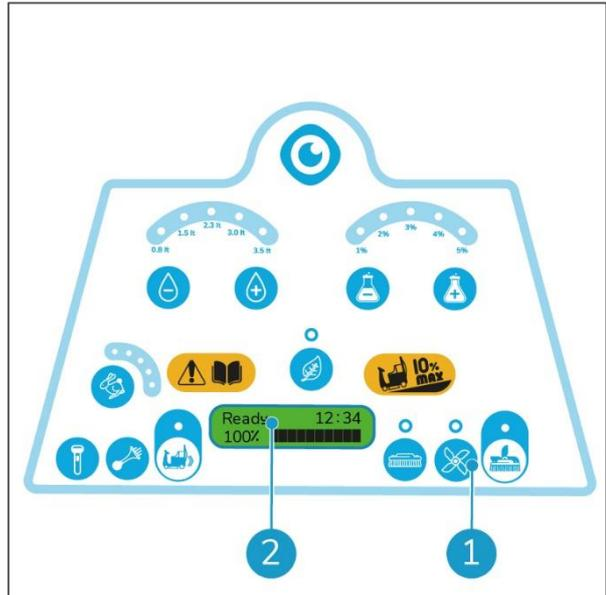

Figure 64
2. Tourner la clé de contact sur la position « I ». Au bout de quelques secondes, la mention « Ready » (prêt) apparaît sur l'affichage (Figure 64, pos. 2).
3. Appuyez sur le bouton poussoir (Figure 64, pos. 1). La raclette se met en position basse.
14. Tourner la clé de contact sur la position « I ». Au bout de quelques secondes, la mention « Ready » (prêt) apparaît sur l'affichage (Figure 64, pos. 2).